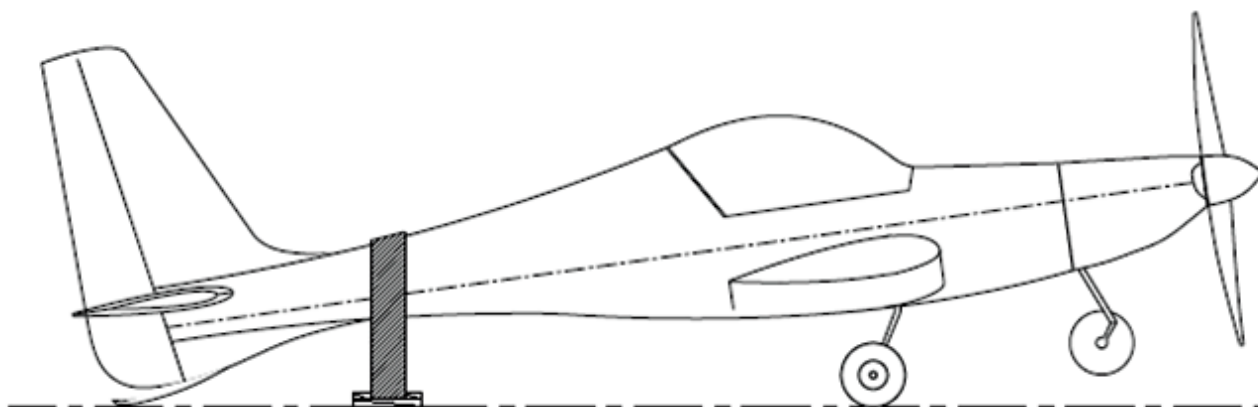

Figura 32.20.2 - Pontos recomendados de fixação da aeronave
1. Abaixar o cone de cauda e dispor um suporte no nariz do Quasar, ou amarrar a cauda. Utilizar almofada, espuma ou fita para não danificar a fuselagem, ver figura 32.20.2.
1. Abaixar o cone de cauda e dispor um suporte no nariz da aeronave ou amarrar a cauda, conforme pontos de fixação recomendados na figura 32.20.2